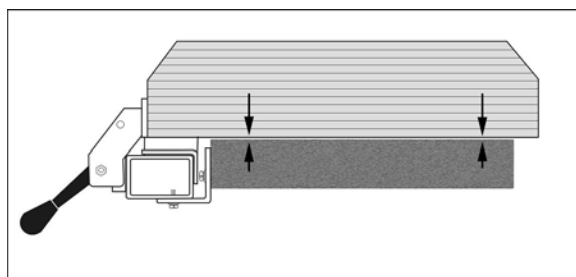

Рис. 8.
1. Проверьте зазор между столом и нижней частью упора (Рис. 8). Профиль упора должен не соприкасаться с поверхностью стола, а быть слегка над ней. Зазор должен быть одинаковым с обеих сторон стола.